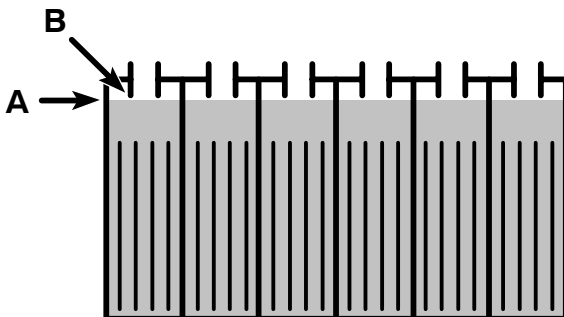

FIG. 32
7. Après le chargement, vérifiez le niveau d'électrolyte (A) des batteries. Le niveau doit se trouver environ à 1 cm (3/8 in) du bord inférieur de l'orifice de remplissage (B) (Figure 32). Ajoutez de l'eau distillée si nécessaire. **NE REMPLISSEZ PAS TROP.**